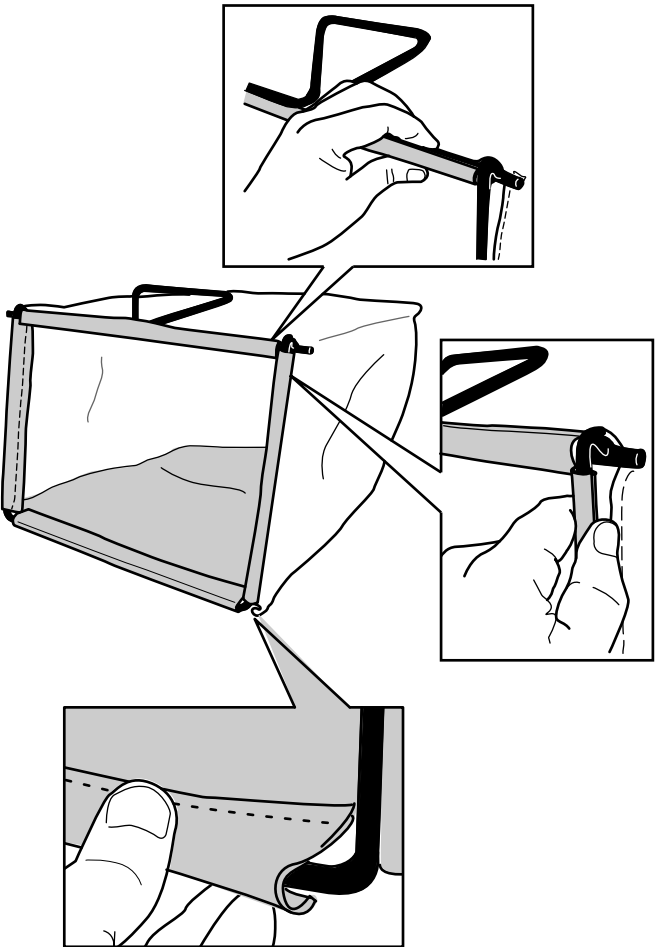

Bild 7
2. Haken Sie den unteren Kanal des Grasfangkorbs an der Unterseite des Rahmens ein (Bild 7).
3. Haken Sie die oberen und seitlichen Kanäle des Grasfangkorbs an der Oberseite und der Seite des Rahmens ein (Bild 7).